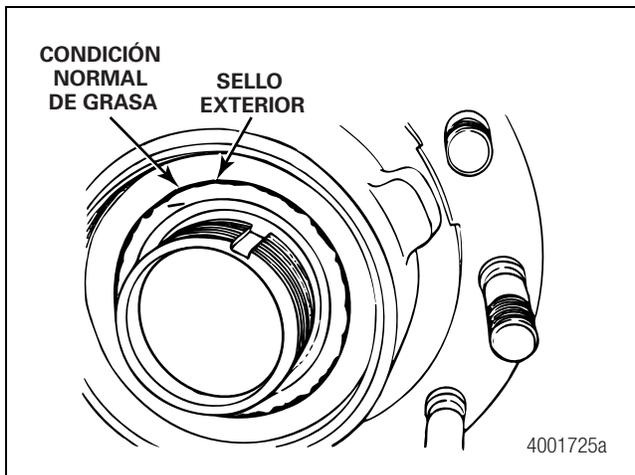

Figura 2.9
3. Revise el sello de grasa externo de la maza para detectar posibles fugas. Una pequeña cantidad de grasa alrededor del perímetro del sello es normal. Figura 2.9.